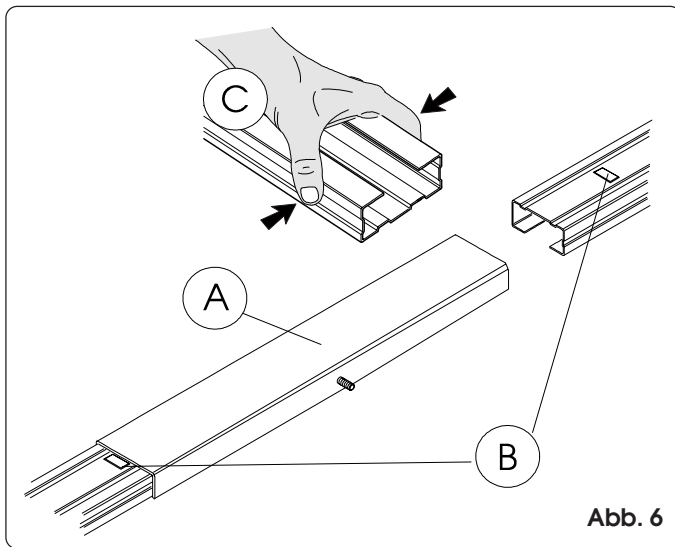

Abb. 6
- 1) Stecken Sie die beiden Teile der Laufschiene in das mittlere Verbindungsstück (Abb. 6 Pos. A) bis zum Anschlag der metallischen Bezugsprofile (Abb. 6 Pos. B). Zur Erleichterung des Einsatzes der Gleitführung wird empfohlen, diese in die mittlere Verbindung einzusetzen und laut Angaben in 6. Bez. C, zusammenzudrücken. Keine Werkzeuge verwenden, die